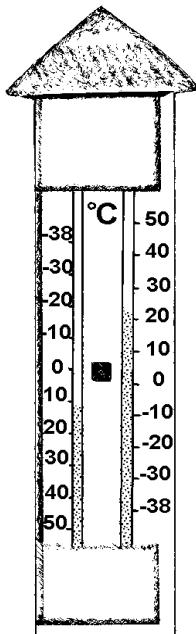

Figure 27 :
- Des thermomètres sont disponibles pour mesurer la température. Cependant, un thermomètre maximum/ minimum (voir Figure 27) serait très utile pour obtenir une meilleure notion de la variation de la température au cours d'une journée. Vous pourrez alors relever les températures maximum et minimum atteints dans la période précédente puis remettre le niveau à zéro.
- L'humidité de l'air se mesure à l'aide d'un psychromètre. Cet instrument consiste de deux thermomètres l'un desquels a un réservoir recouvert d'une mousseline humide. Chaque jour, il faudra imbiber la mousseline d'eau propre. Le refroidissement par évaporation du réservoir mouillé est proportionnel à la baisse du taux d'humidité de l'air. Vous pourrez déterminer l'humidité de l'air (HR) à l'aide d'un tableau.